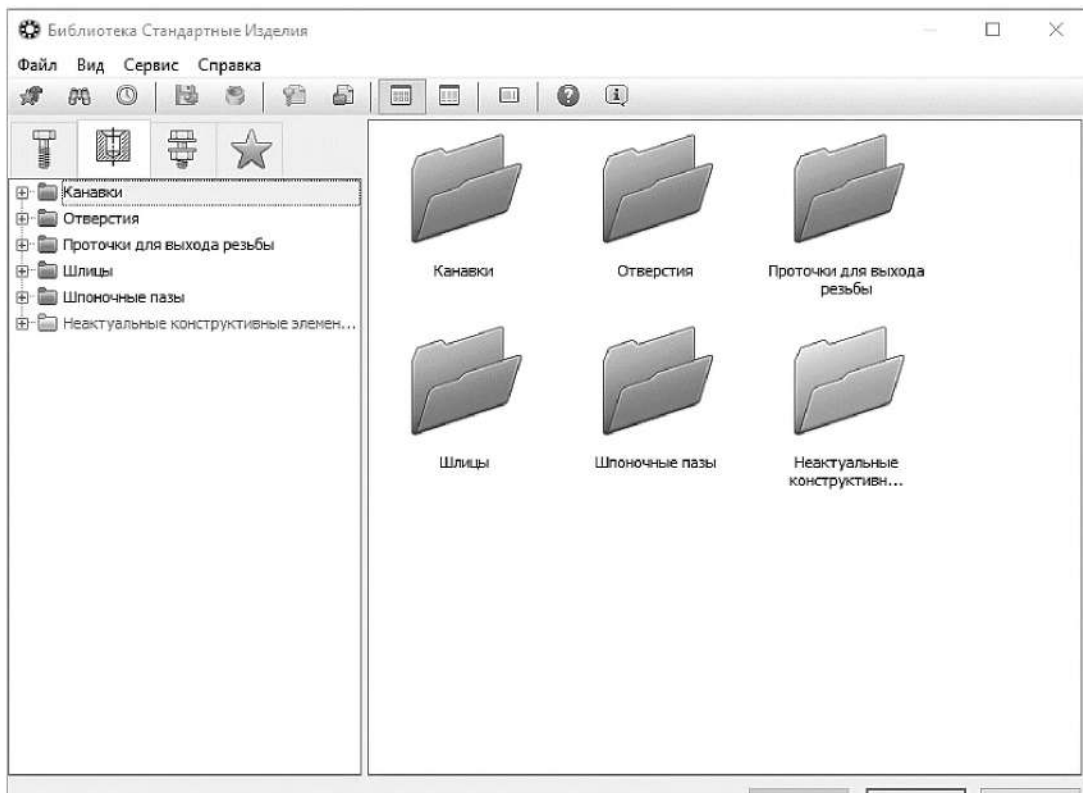

Рисунок 3.62. Окно библиотеки
6.2 Нажмите кнопку **Конструктивные элементы** (рисунок 3.62).